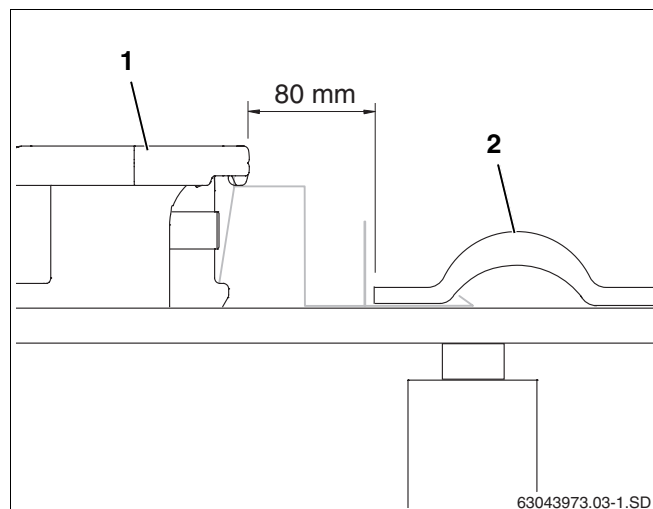

Fig. 22 Colocar y atornillar el primer colector
- Deje deslizar el primer colector (fig. 22, **pos. 1**) en el seguro contra deslizamiento y colóquelo a una distancia de 80 mm de la teja (cortada en caso necesario) situada en el exterior (fig. 22, **pos. 2**).